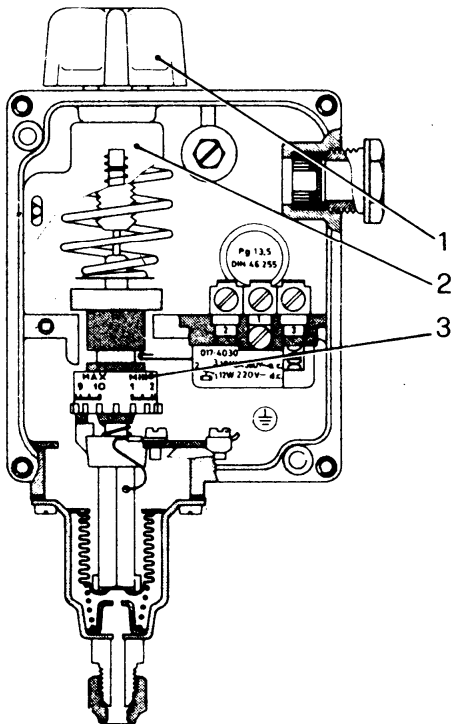
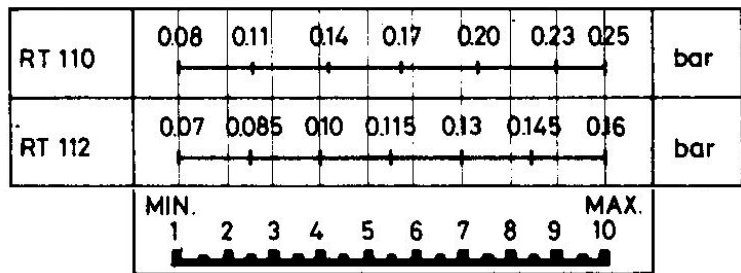

Рис. 3
Рис. 4
**Калибровка реле давления (Рис. 3):**
- а) Повернуть регулятор (1) до тех пор, пока стрелка шкалы (2) не установится на значении давления, на котором следует начать работу.
- б) Снять крышку реле давления и разместить барабан (3) на значении, выбранном качестве дифференциала (остановка горелки) на основе графика, приведенного на Рис. 4.